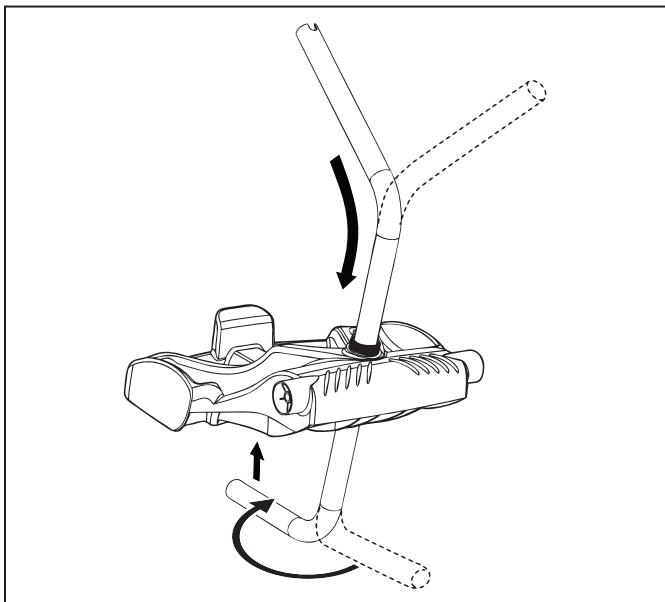

Figure 3. Raccorder le cadre de métal au module de base
2. Insérer la tige de métal du cadre de manutention dans le module de base en positionnant l'extrémité avec encoche vers le haut, puis tourner pour que les coudes ne soient pas orientés dans votre direction (Figure 3).
3. Pousser l'unité de base vers le bas (Figure 3) pour asseoir la tige de métal du cadre de manutention dans le renforcement situé sous la base.